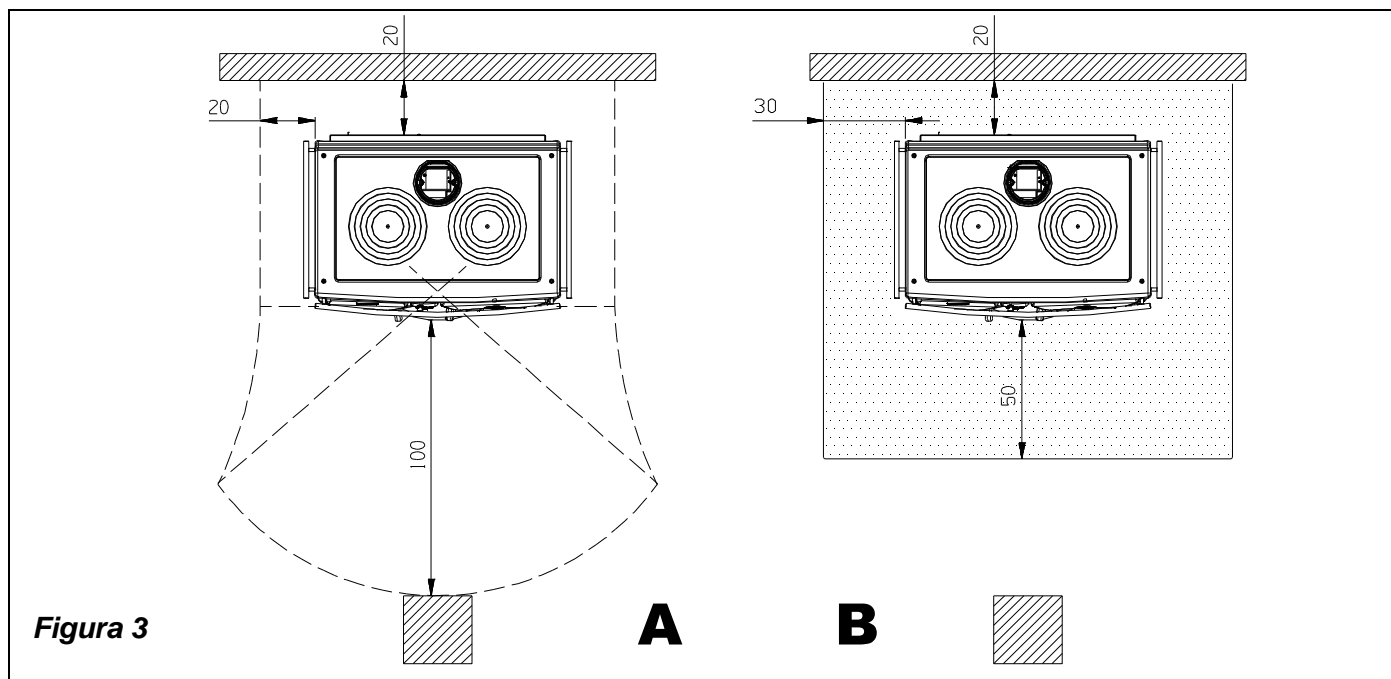

Figura 3
- a) la distanza minima da elementi costruttivi ed oggetti infiammabili e sensibili al calore (mobili, rivestimenti di legno, stoffe ecc.) deve essere di **20 cm** dal retro e da entrambi i lati; al fine di assicurare un sufficiente isolamento termico (vedi Figura 3 **A**).
- c) qualora la termocucina venga installata su un pavimento di materiale infiammabile, bisogna prevedere un sottofondo ignifugo, per esempio una pedana d'acciaio (dimensioni secondo l'ordinamento regionale). Il sottofondo deve sporgere frontalmente di almeno **50 cm** e lateralmente di almeno **30 cm** oltre all'apertura della porta di carico (vedi Figura 3 **B**).